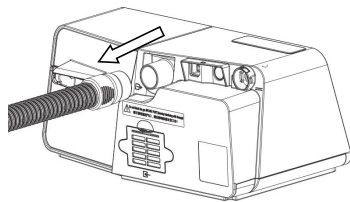
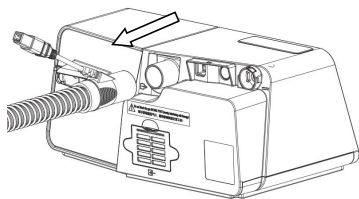

图 3-16
图 3-17
(1) 捏住呼吸管路的接口，将其按图示方向与设备出气口断开连接，如图 3-16 所示。或捏住具有加热功能的呼吸管路的两端，将其按图示方向与设备出气口断开连接，如图 3-17 所示。